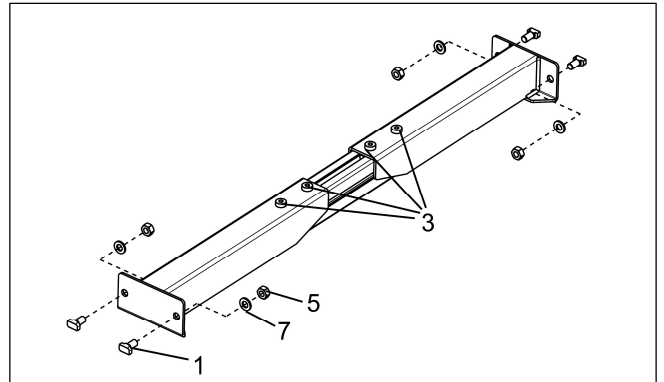

Abb. 22
c. Bitte die Maschinenelemente "1", "5" und "7" lose, in den in der Abbildung gezeigten Positionen vormontieren und die Klemmschraubverbindungen "3" lösen. (siehe **Abb. 22**)